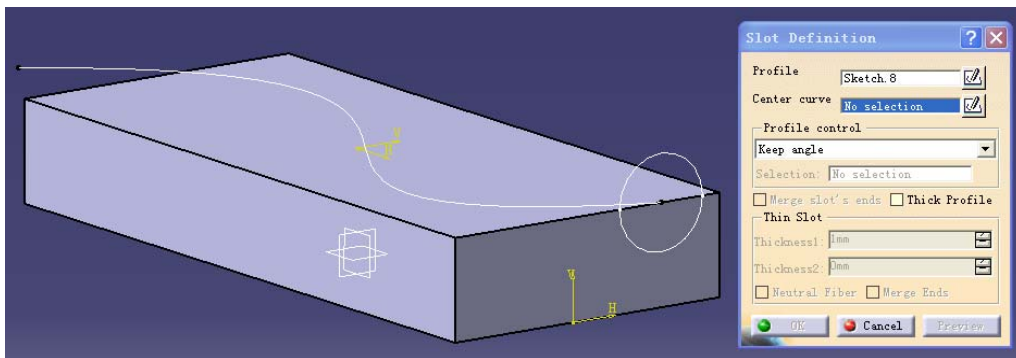

图 3-59
(1) 画到 Rib 步骤的第二阶段后，点击  键后（见图 3-55），点击 （见图 3-59）。